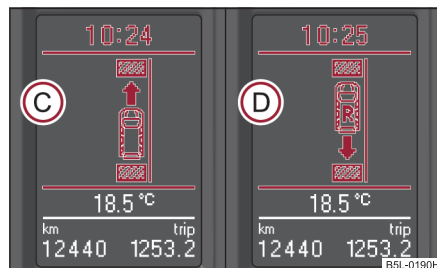

Fig. 153 Display-ul cu informații: indicație pentru selectarea unei trepte de viteză (C), resp. a treptei de marșarier (D)
- În cazul în care nu se poate parca dintr-o singură manevră, continuați pașii procesului de parcare. Când pe display-ul informativ* clipește o săgeată îndreptată în față ⇒ fig. 153 (C), selectați o treaptă de viteză.
⇒ fig. 153 (D), selectați treapta de marșarier și deplasați-vă cu atenție cu spatele. Acești pași pot fi repetați de mai multe ori.